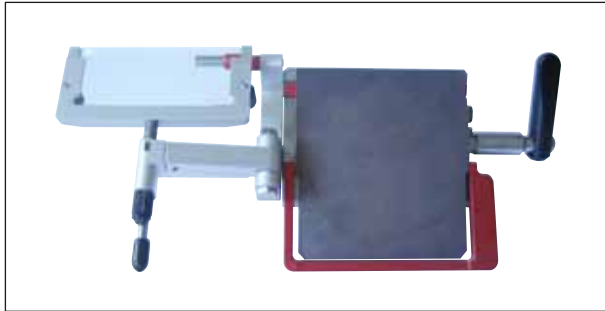

Fig. 46
- Mutați ghidajul depărtător în lateral (→ Fig. 46).